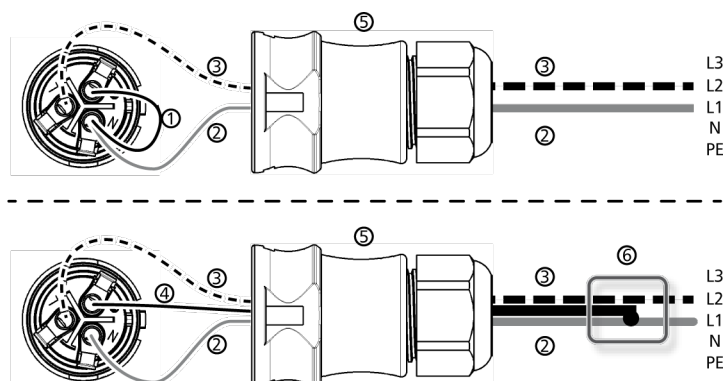

Fig. 8 : raccord de N et FE dans la fiche AC (en haut) ou le distributeur secondaire (en bas)
- N et L sont raccordés du côté onduleur entre les conducteurs externes L1 - L2. Voir ② et ③ dans la **Fig. 8**.
Fig. 8 montre l'exemple du raccord de L1 et FE côté onduleur :
2. ➤ Relier, du côté onduleur, l'une des deux phases branchées à FE. Réaliser la liaison soit dans la fiche AC, soit dans un distributeur secondaire externe, conformément à **Fig. 8**.